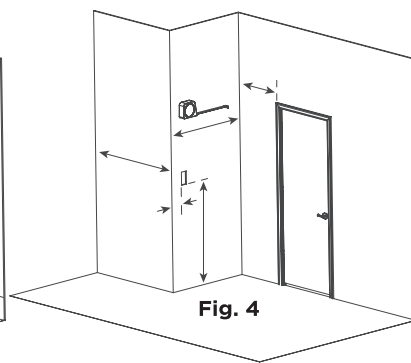

Fig. 4
- 4.4 Mesurez les dimensions requises pour chaque panneau et les coupes associées. (Fig. 4)